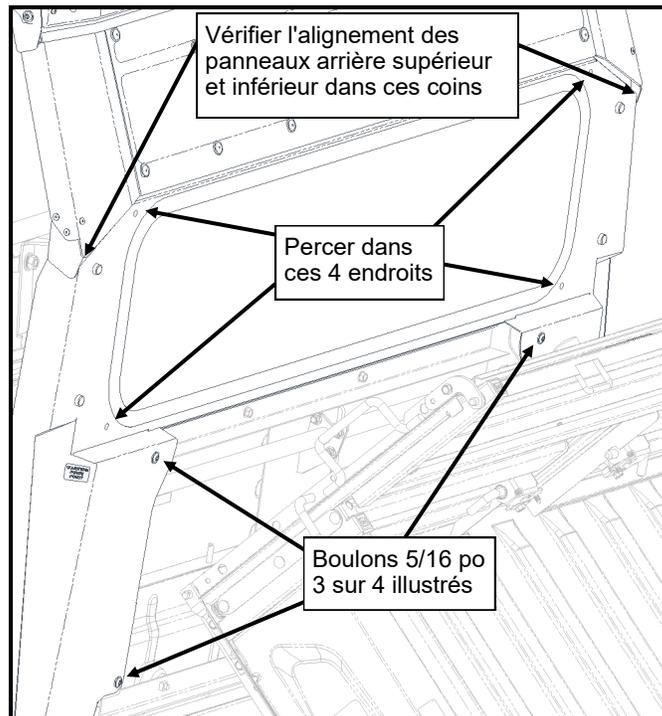

Figure 10.2 : Panneau arrière inférieur
- 10.2 Déplacez le panneau inférieur et le dossier du siège arrière à gauche ou à droite au besoin pour le centrer sous le panneau arrière supérieur. (voir la figure 10.2). Si plus de mouvement du panneau inférieur est nécessaire, desserrer les quatre boulons inférieurs de 5/16 po et déplacer le panneau arrière inférieur à gauche ou à droite. Serrez les boulons bien ajustés.
- 10.3 En utilisant les trous dans la partie supérieure du panneau arrière inférieur comme guide, percez quatre trous de 11/32 po à travers le cadre de l'écran du siège arrière (voir Figure 10.2).